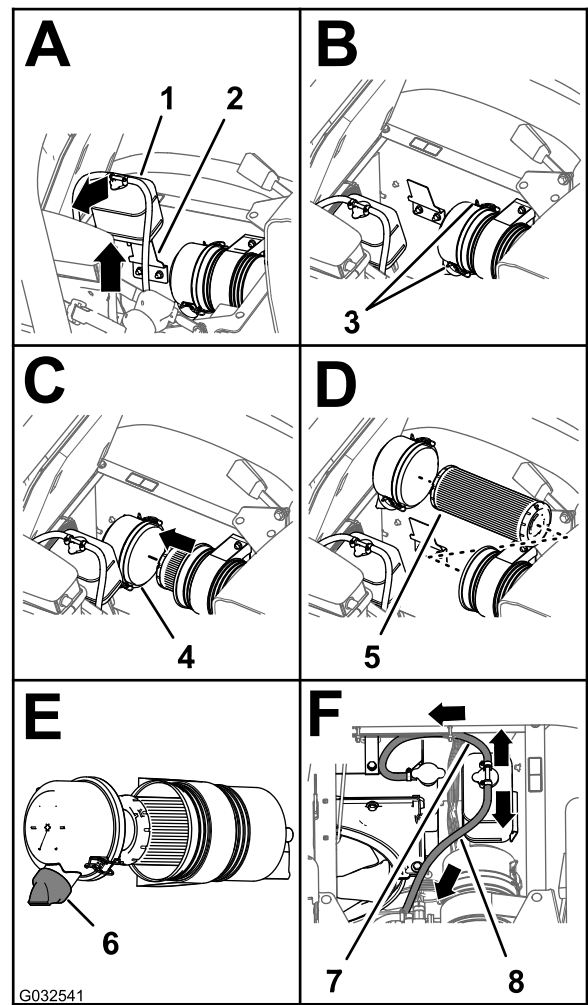

Figure 74
2. Nettoyez le capuchon antipoussière et le boîtier du filtre à air (Figure 74).
3. Soulevez le réservoir de trop-plein de liquide de refroidissement pour le déposer de son support (Figure 74).
4. Desserrez les 2 attaches qui fixent le capuchon antipoussière sur le boîtier du filtre à air (Figure 74).
6. Nettoyez l'intérieur du capuchon antipoussière, du boîtier du filtre à air et de la valve à poussière avec un chiffon humide (Figure 73 et Figure 74).
7. Insérez l'élément filtrant dans le boîtier du filtre à air (Figure 74).
8. Reposez le couvercle sur le boîtier du filtre à air et fixez-le en place avec les 2 attaches (Figure 74).
Remarque: Vérifiez que la valve à poussière est bien alignée entre les positions 5 et 7 heures vu de l'extrémité (Figure 74).
9. Placez le réservoir de trop-plein du liquide de refroidissement en face de son support et fixez solidement le réservoir (Figure 74).
Important: Vérifiez que le flexible de décharge de pression est dirigé vers l'avant et le bas et que le flexible d'évent du réservoir est dirigé vers l'arrière, comme montré à la Figure 74.